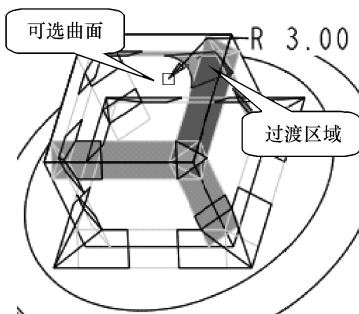

图 7-112 过渡区域
(13) 在模型上选项如图 7-112 所示的过渡区域，在【过渡形式】下拉列表框中选择【曲面片】选项，在其后出现【可选曲面】收集器，选项长方体上顶面，在操控板中出现【半径】组合框，在其中将半径值修改为“3”，单击控制区的【应用】按钮，完成第 3 组倒角特征。
(14) 保存文件，关闭窗口，拭除不显示。